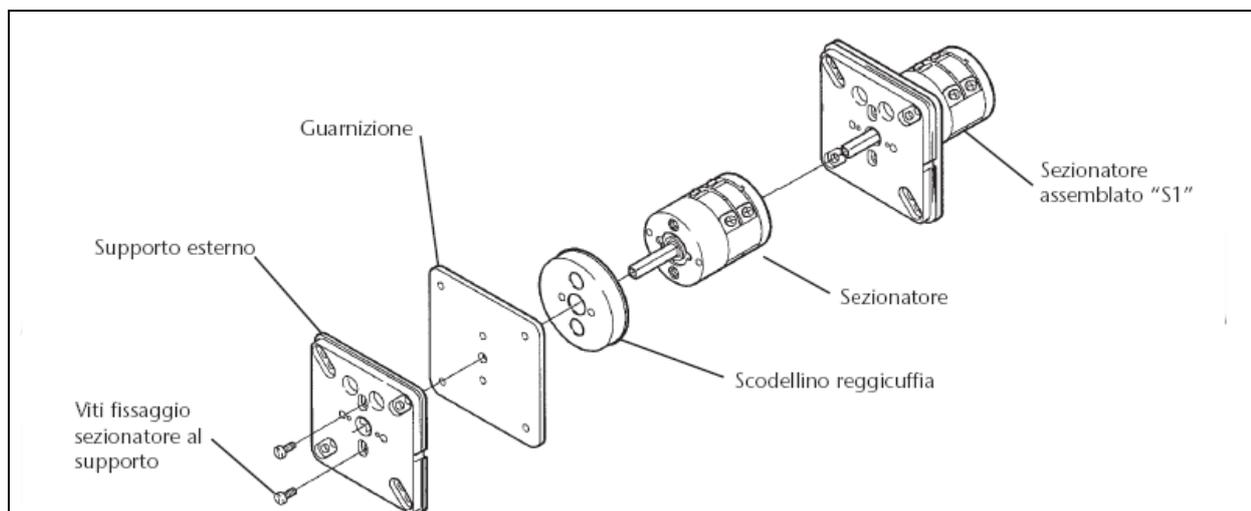

fig.45
1. Monter le sectionneur comme dans la figure 45, en assemblant les composants.